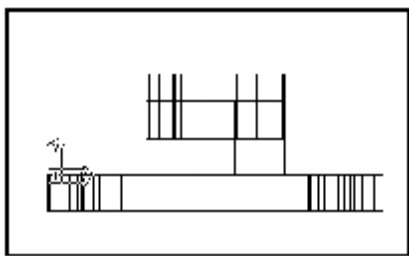

图 6-85 支架实体的前视图
**步骤五:** 将光标移到左上角的视口内, 双击左键, 左上角的视口变成了模型空间, 此时视口的边线变成粗线条。点击 View 工具条 Front 按钮, 使左上角的视口变成前视图。点击 Zoom Real time 按钮将支架放大。如图 6-85 所示。